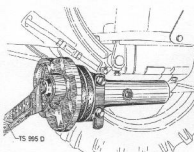

Abb. 12
11. Die **Triebstange** TS 995 E wird an der Kurbelscheibe befestigt, wobei das Klemmband der Triebstange über das Triebstangenlager geschoben und die nach unten zeigende Klemmschraube gut angezogen werden muß (Abb. 12).